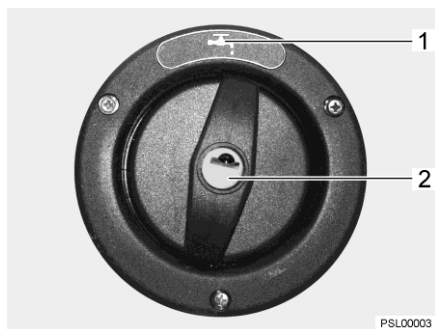

Bild 66 Lock för påfyllningsöppningen för dricksvatten
Påfyllningsöppningen för dricksvatten är märkt med symbolen  (Bild 66,1). Locket låses och låses upp med nyckeln till de utvändiga låsen (utvändiga luckorna).
- Stick in nyckeln i låscylindern (Bild 66,2) och vrid ett kvarts varv moturs.
- Öppna påfyllningsöppningen för dricksvatten (Bild 66).